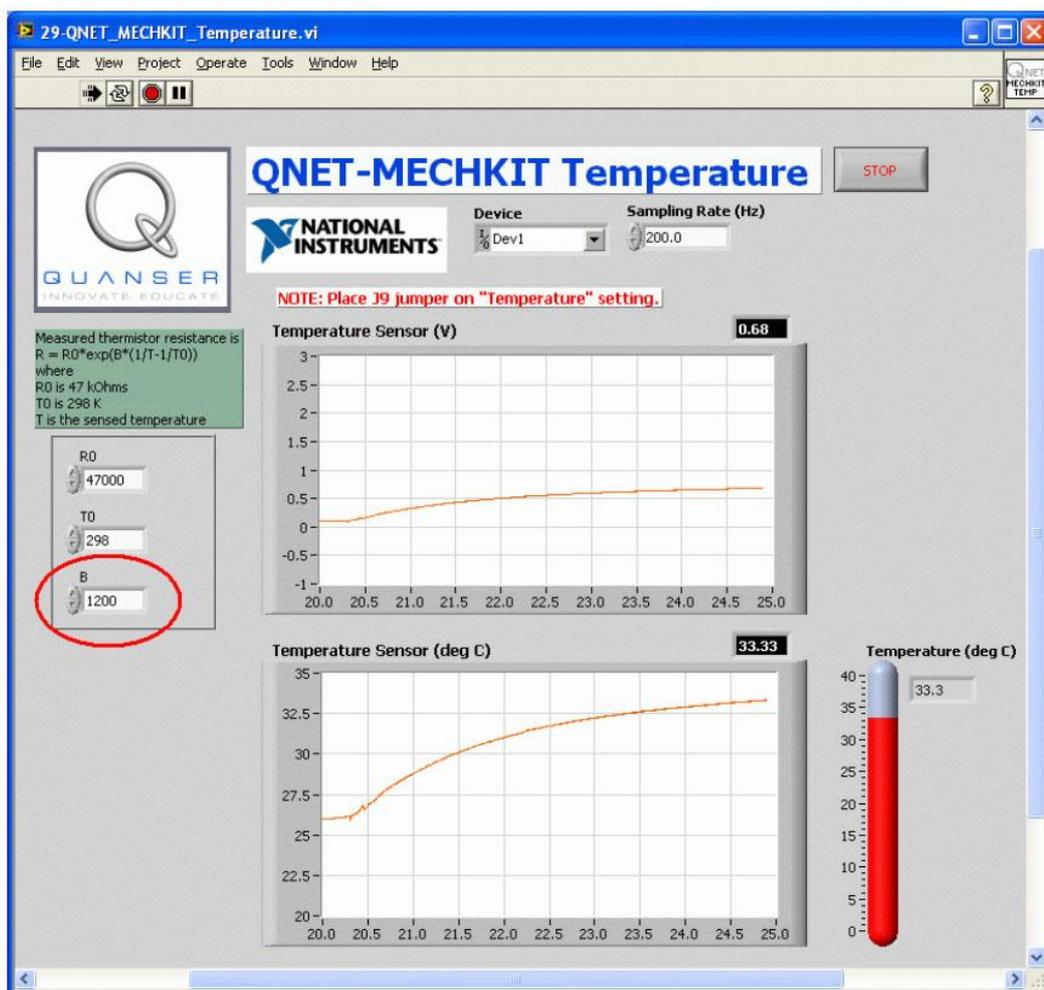

Рис. 53. Калибровка датчика температуры
5. **Задание 5:** Введите параметр B , который был найден в п. 4, в соответствующий элемент управления (рисунок 53). Прикоснитесь пальцем к датчику и скопируйте характеристику, которая отображается на индикаторе *Temperature Sensor (deg C)*.